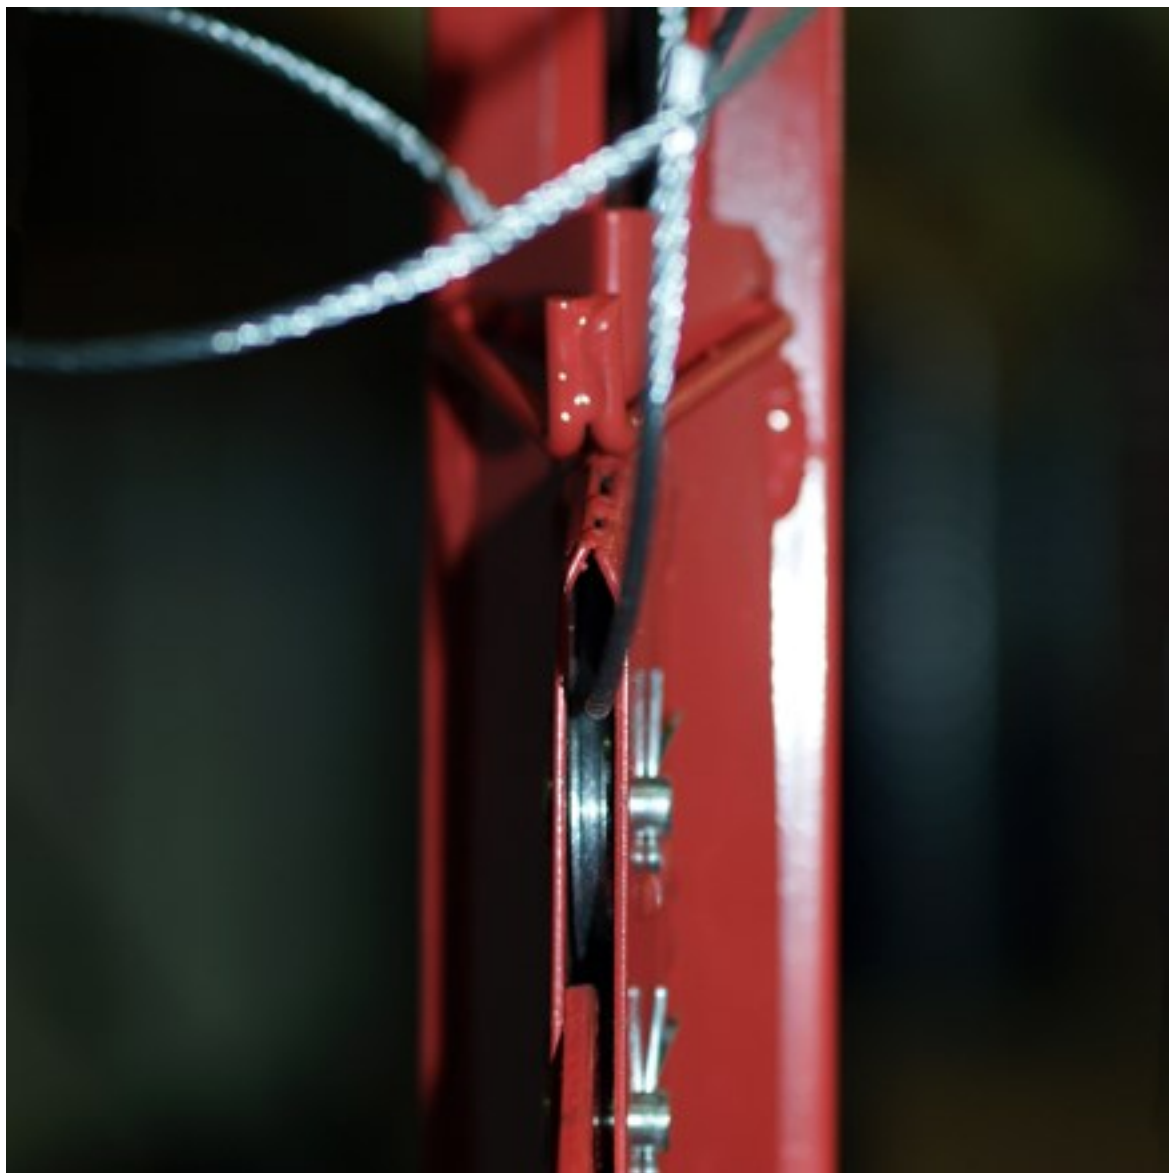

Figure 5
7. Enfilez le câble d'acier de la barre d'extension dans le guidage (en vous assurant que le câble passe sur la poulie de guidage) (Fig. 5).